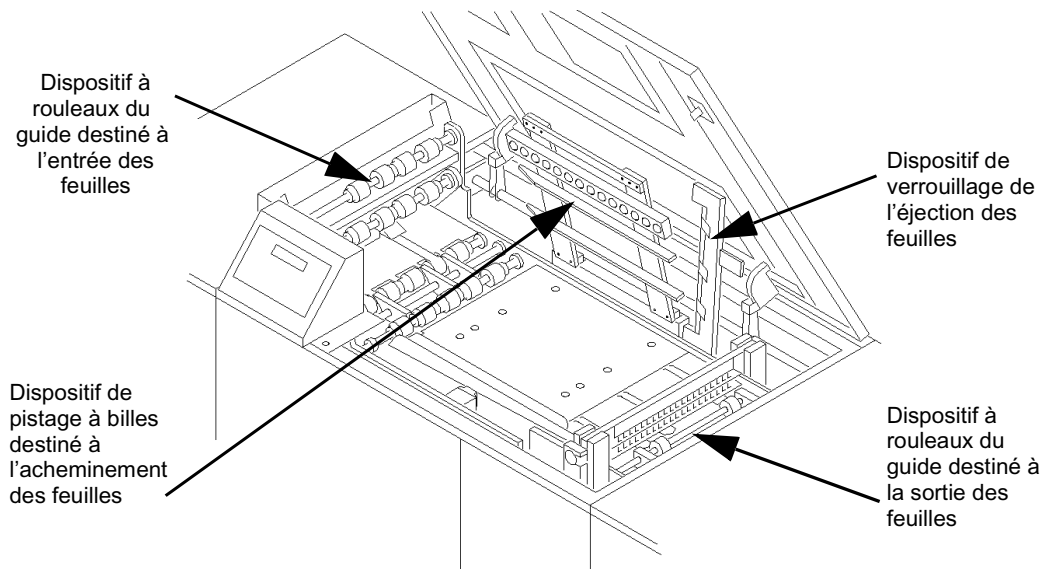

Figure 3-2: Les composants internes du dispositif d'acheminement de papier
- 4 Ouvrez (soulevez) le dispositif à rouleaux du guide destiné à l'entrée des feuilles, le dispositif de pistage à billes destiné à l'acheminement du document et le dispositif de verrouillage de l'éjection des feuilles, comme indiqué dans la Figure 3-2 et dégagez tout papier qui peut se trouver coincé dans la zone en question.
- 5 Retirez le dispositif à rouleaux du guide destiné à la sortie des feuilles, comme indiqué dans la Figure 3-2 et dégagez tout papier qui peut se trouver coincé dans la zone en question.